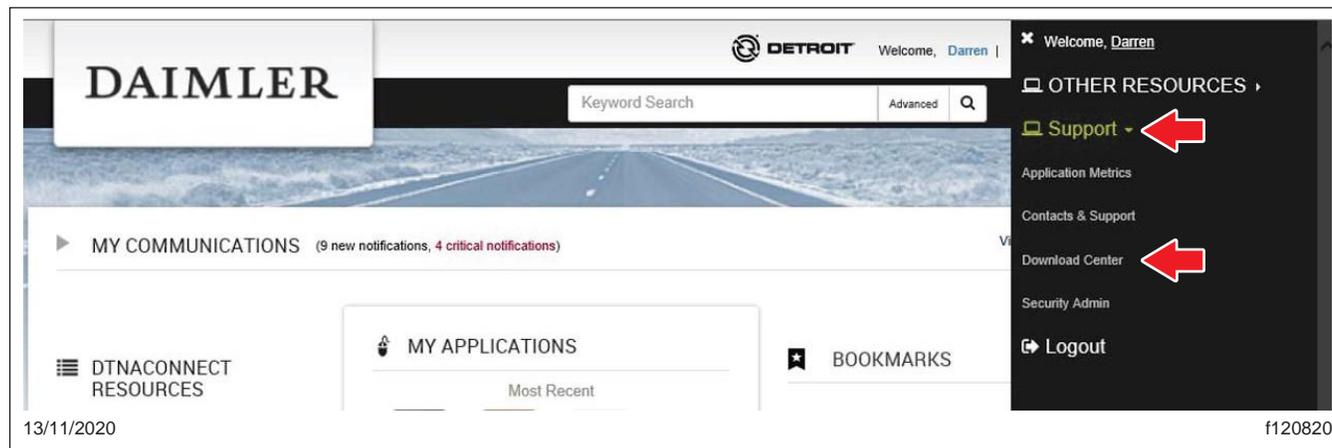

Figure. 2, sélection de soutien et écran de centre de téléchargement
5. Sélectionnez « Support », puis sélectionnez « Centre de téléchargement ». Voir Fig. 2.